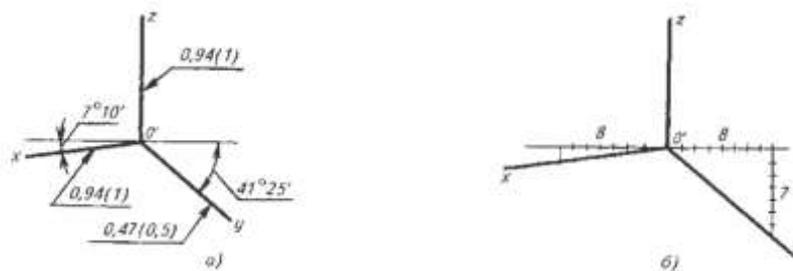

Рис.5
2. В прямоугольной диметрии ось z располагают вертикально, ось x наклонена под углом $7^{\circ}10'$, а ось y – под углом $41^{\circ}25'$ к линии горизонта. Показатели искажения по осям x и z равны 0,94. А по оси y – 0,47 (рис.5). В практике применяют увеличенную диметрию с показателями по осям x и z – единицу, а по оси y размеры уменьшают в два раза (0,5).